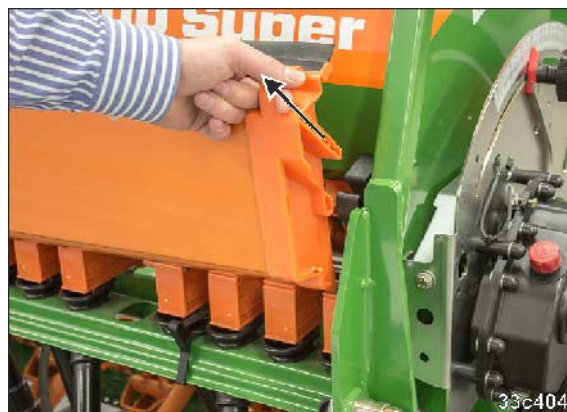

図 222
1. キャリブレーショントレイ (図 222) をホルダから上に引き出します。